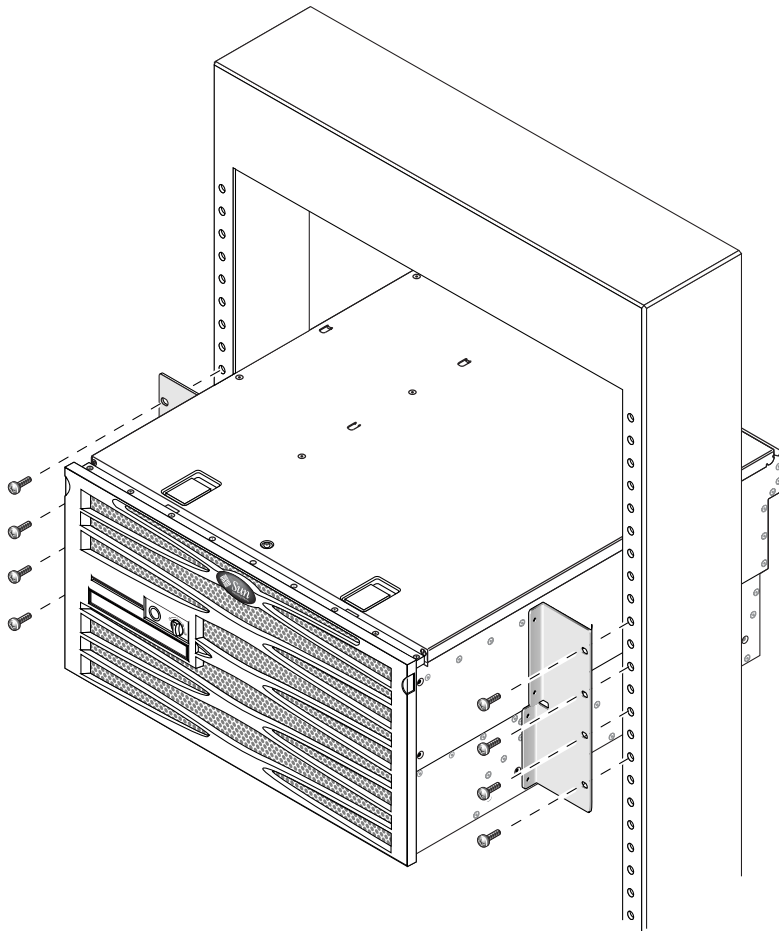

图 3-25 将服务器前端固定到机架上
4. 在机架两侧各用四颗螺丝，将安装在服务器两侧的前端固定式装配托架固定到机架前端（图 3-25）。